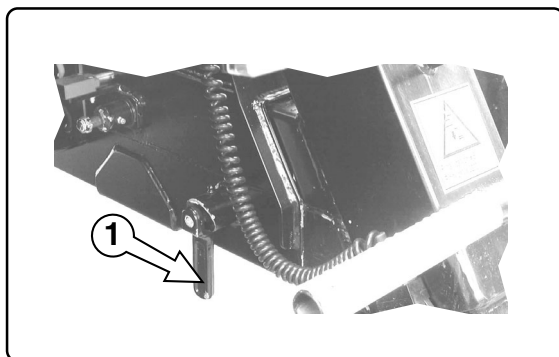

fig. 5.2.1
- of de stabiliseringsarmen geblokkeerd zijn door middel van de hendels "1" fig. 5.2.1 (door het per ongeluk open gaan van de stabiliseringsarm tijdens het rijden over de weg kan er ernstige schade aangericht worden);